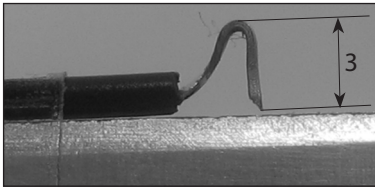

Abb.: 31
2.6.1 Nun verbiegen wir das verzinnte Ende des schwarzen Drahtes, der mit der Leuchtdiode verbunden ist, zu einem "U" (Höhe ca. 3mm/Abb.: 31).